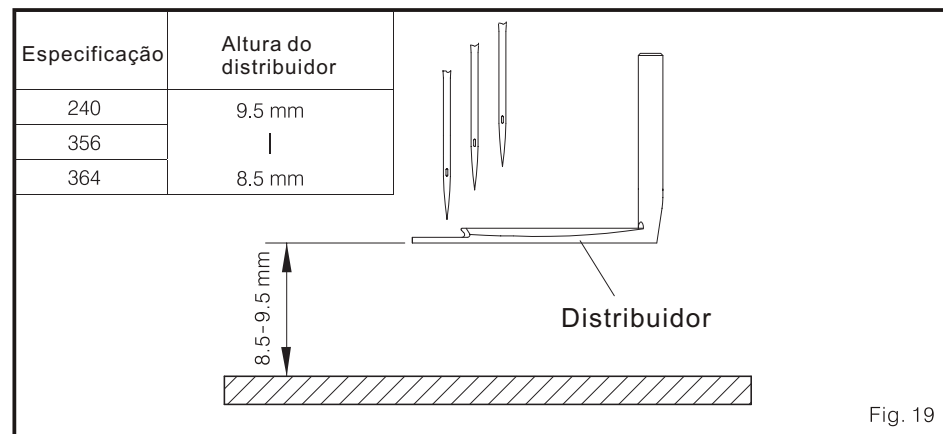
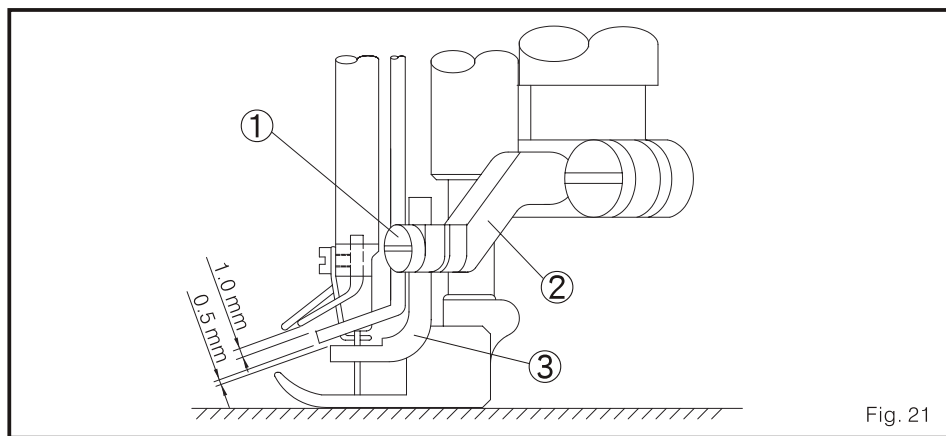

Fig. 19
Fig. 21
- A altura do distribuidor está como é mostrado no Fig.19.
(1) solta o parafuso 1, gira a barra do looper 2, e mova o distribuidor atrás de 3 e à frente. Fixe o parafuso 1, afinal de contas os ajustes. (Fig.21)
(2) solta o parafuso 1, e move o distribuidor para cima 2 e debaixo de, ajustar o espaço à superfície da lâmina agulha, adquirir que para isto é mostrado no quadro no Fig.. 19. Então fixa parafuso 1. (Fig.21)